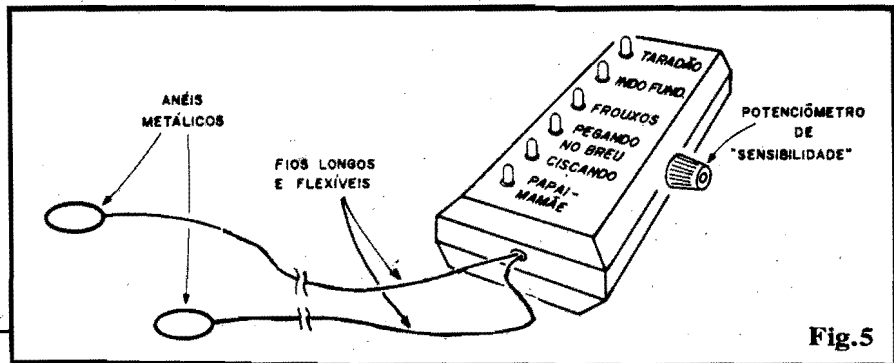

Fig.5
- FIG. 5 - O ACABAMENTO DO TESÔMETRO - O lay out externo proposto na figura parece-nos bastante adequado e elegante, além de tornar fácil o uso e a interpretação das indicações do TESÔMETRO. Se o container sugerido for utilizado, o próprio alinhamento dos LEDs, a partir